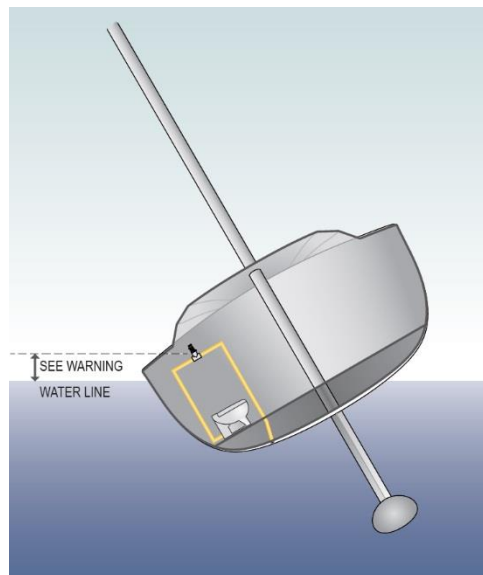

Fig. 2
**ACHTUNG:** Bei der Berechnung der in Erwägung gezogenen Wasserlinie müssen die verschiedenen Schwimmlagen während der Navigation berücksichtigt werden. Siehe Beispiel Abb. 2